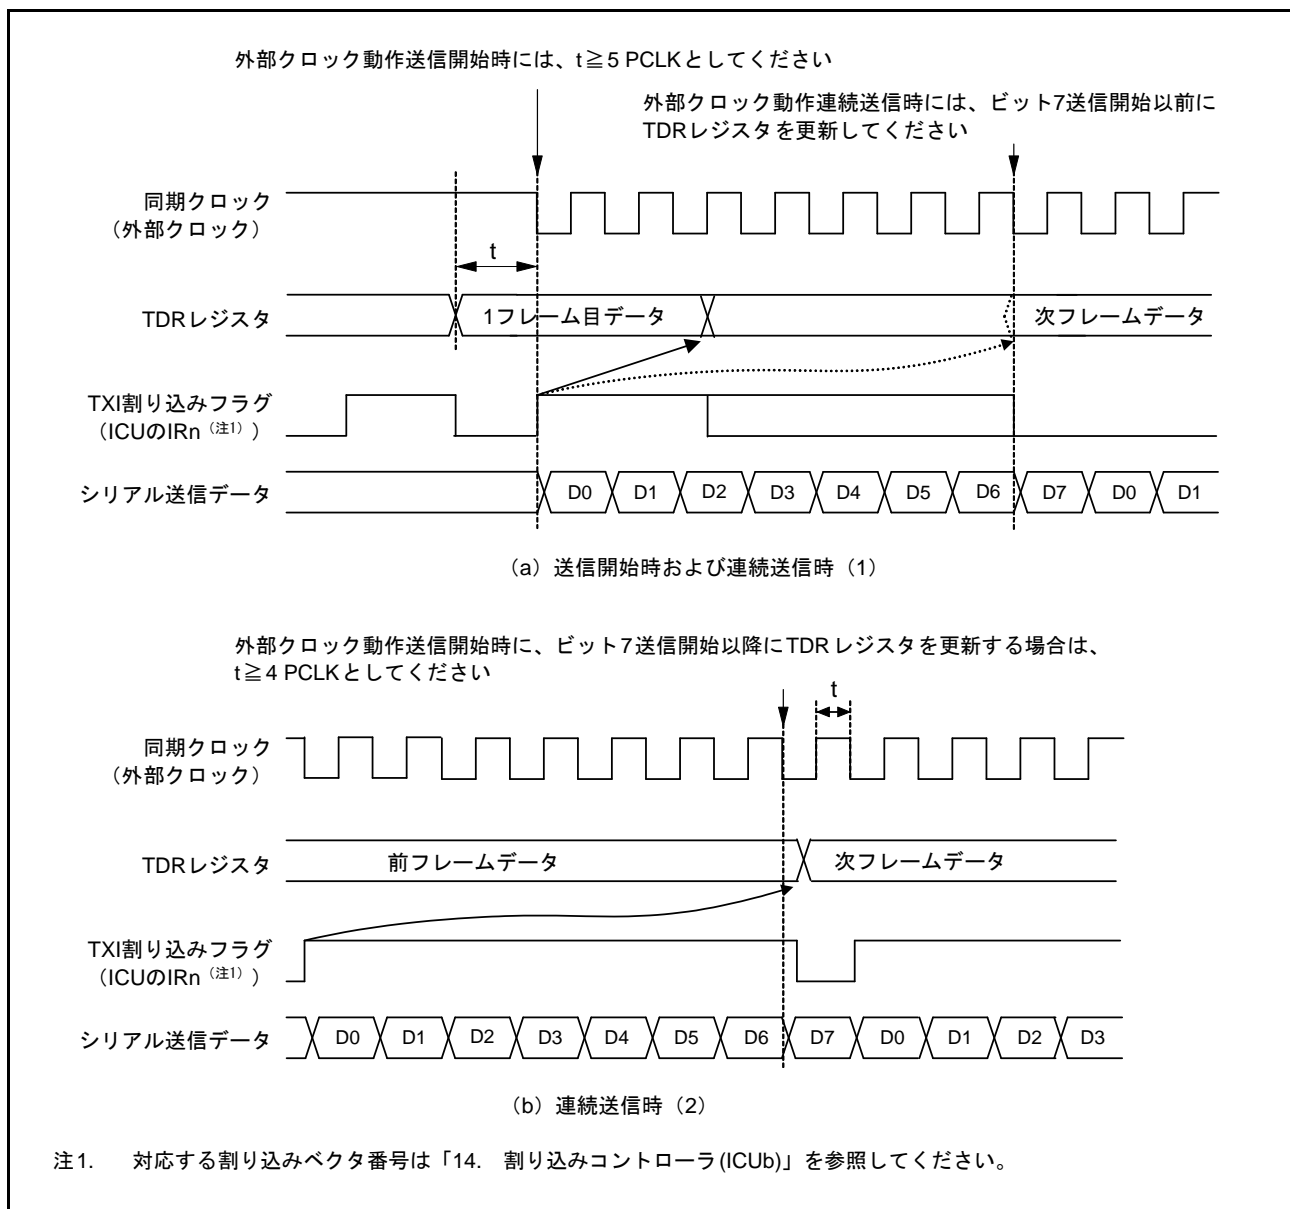

図 23.75 クロック同期式モード送信での外部クロック使用の制約事項
CPU または DTC による TDR レジスタの更新後、PCLK で 5 クロック以上経過した後に送信クロックを入力してください (図 23.75 参照)。
(2) 連続送信時
- ビット7の送信クロックの立ち上がり以前に、TDR レジスタまたは TDRL レジスタに次の送信データを書き込んでください (図 23.75 参照)。
- ビット7送信開始以降に TDR レジスタを更新する場合は、同期クロックが Low の期間に TDR レジスタを更新し、かつビット7の送信クロックの High 幅を、4 PCLK 以上にしてください (図 23.75 参照)。